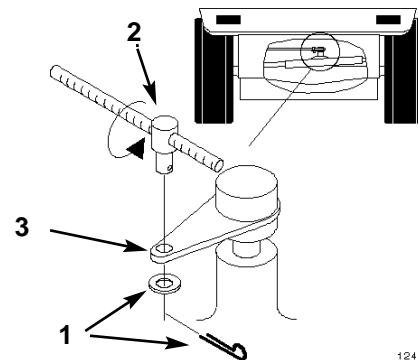

Bild 28
Der Bremshebel befindet sich an der Oberseite der Hinterachse (Bild 28). Hält die Feststellbremse die Maschine nicht mit Sicherheit, ist eine Einstellung erforderlich.
3. Zum Einstellen der Bremse, den Splint und die U-Scheibe vom Bremshebel (Bild 28) abziehen.
4. Den Zapfen so drehen, daß er sich problemlos in den Bremshebel einführen läßt (Bild 28).
5. Den Drehzapfen mit U-Scheibe und Splint am Bremshebel absichern (Bild 28).